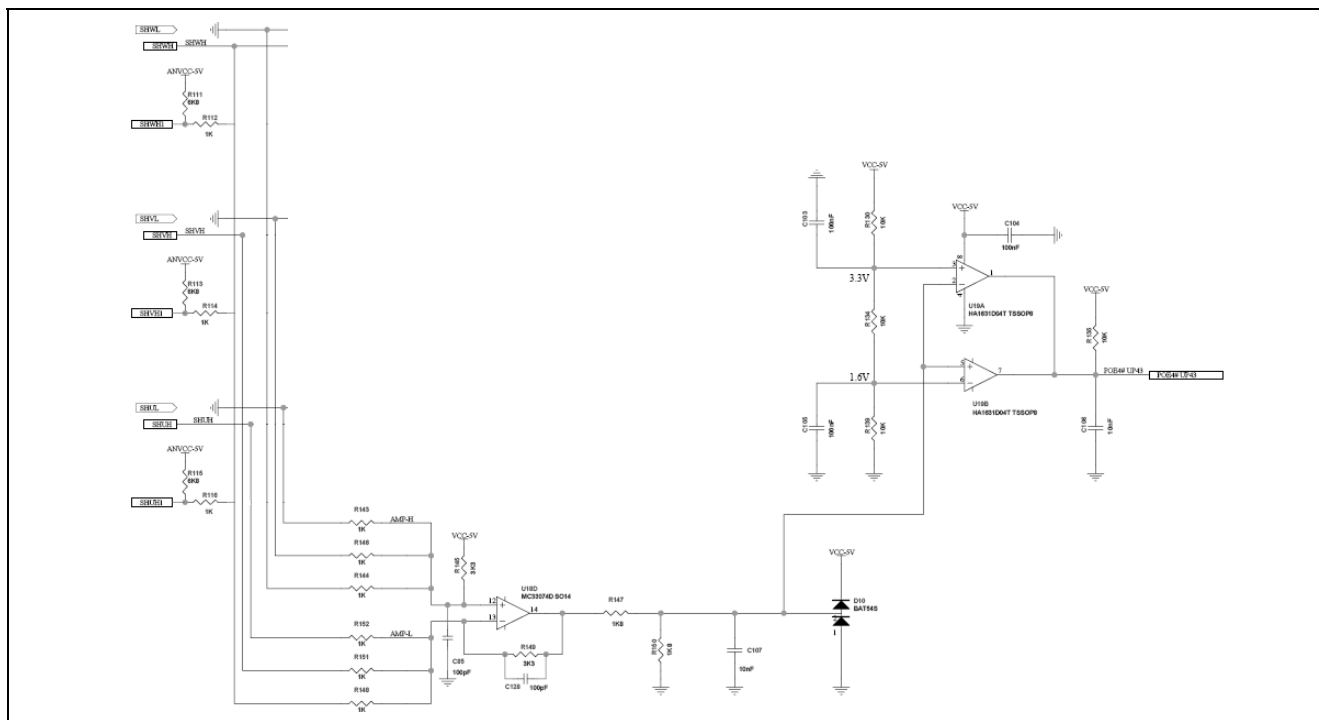

図 9 過電流保護回路
図 9 は、過電流回路を示しています。スイッチとゲートドライバには、PWM 信号を停止するためのハードウェアの過電流保護は備わっていません。過電流の回路は評価キットに追加されています。サンプリングした 3 つのシャント電流または単一シャント電流が図 9 に示す回路に入力されます。この回路の最初のパートはアンプです。第 2 のパートではウィンドウコンパレータを使用しています。電流が -5A または 5A を超えると、コンパレータは低レベル信号の POE4 を生成します。この信号は、RX62T マイクロコントローラのポートアウトプットイネーブル (POE) 端子に送信されます。
- ソフトウェアは、SVC ブロック図に従ってモジュール化されています（図 9 に示すとおり）。